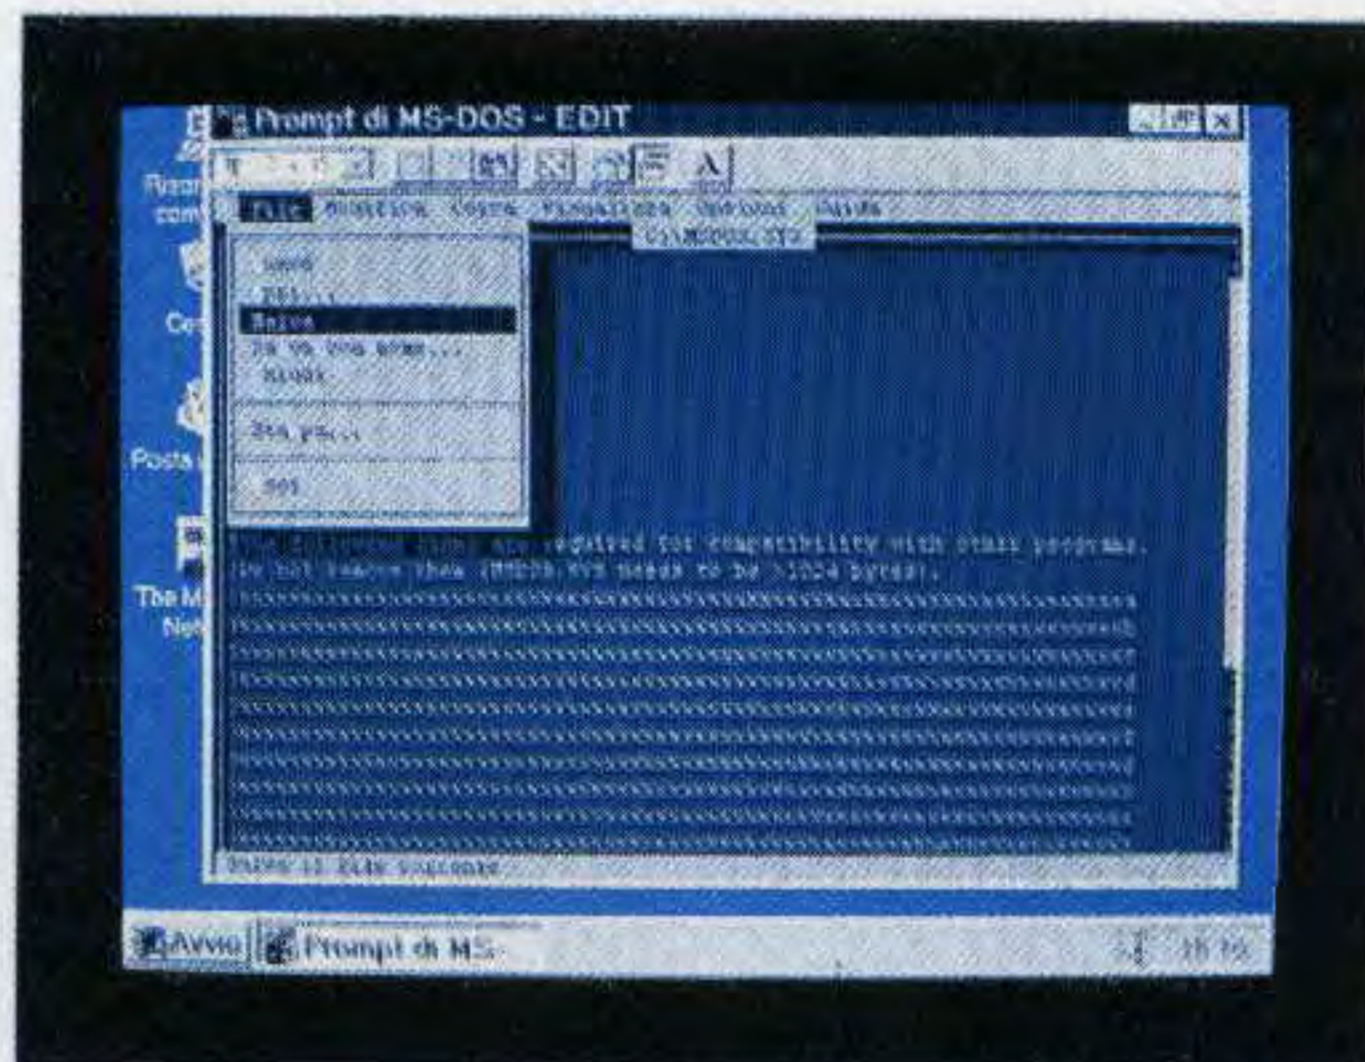

Fig.13 Nello spazio ottenuto scrivete la parola **BootMulti=1**, premete **ALT+F**, andate su **SALVA** e pigiate **Enter**.
- Ora premete i tasti **ALT+F** e vedrete apparire la finestra delle selezioni (vedi fig.13).